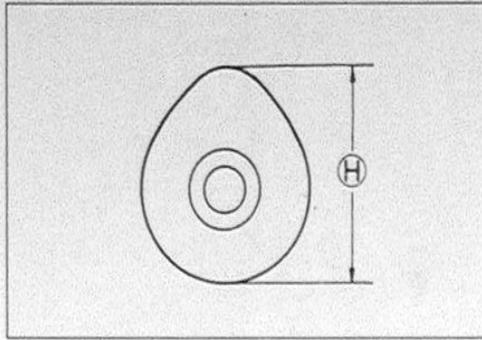

Bild 139
-  Schlag der Nockenwelle mit Messuhr am mittleren Lagerzapfen messen (Bild 139); Verschleissgrenze 0,10 mm.